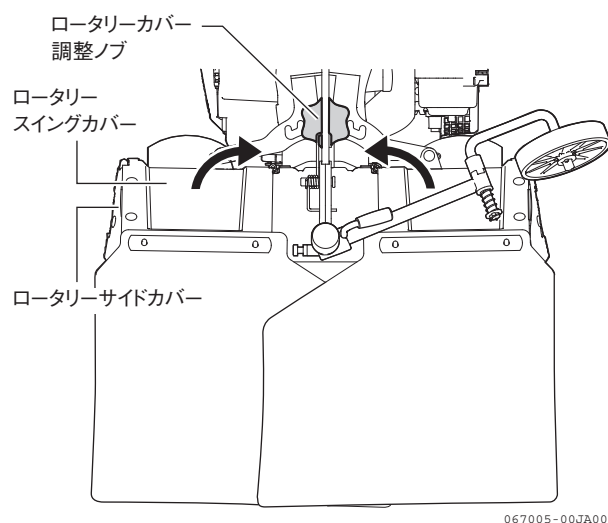

図 3-8
1. ロータリー中央部のロータリーカバー調節ノブをゆるめます。(図 3-8)